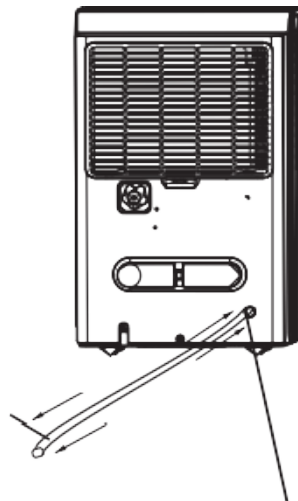

Fig 13
- Presione la salida de la manguera de drenaje de la bomba hacia la unidad y extraiga la manguera de drenaje (consulte la Fig. 13).